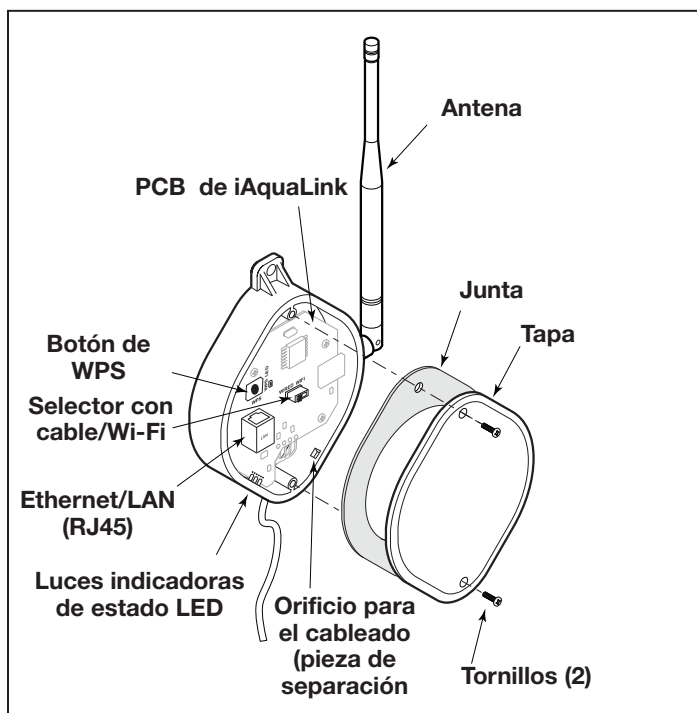

Figura 32. Componentes de la PCB del dispositivo iAquaLink
5. Coloque un cable a través del troquelado hacia el área de bajo voltaje. Consulte la Figura 32.
7. Pele cada cable 1/4" (6 mm) y conecte al conector rojo de cables de la PCB del centro de energía. Es posible que se requiera un kit multiplexor (n.º de pieza 6584) si hay más de dos (2) cables tendidos a un conector rojo de cables en la PCB del centro de energía.
1. Extraiga los dos (2) tornillos de la cubierta de iAquaLink J-Box. Extraiga la junta y la cubierta. Consulte la Figura 32.